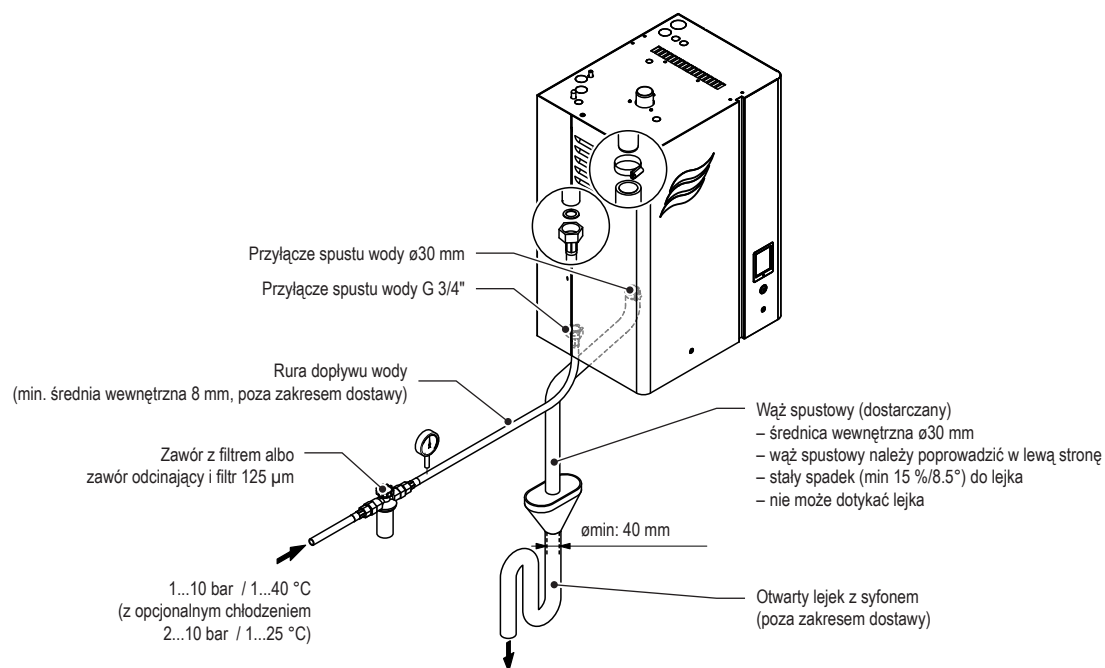

Fig. 19: Widok ogólny instalacji wodnej dla jednostek małych (S) i średnich (M)
- Zawsze prowadzić dostarczony wąż spustowy od złącza w lewą stronę, w dół do leja (patrz Fig. 19).